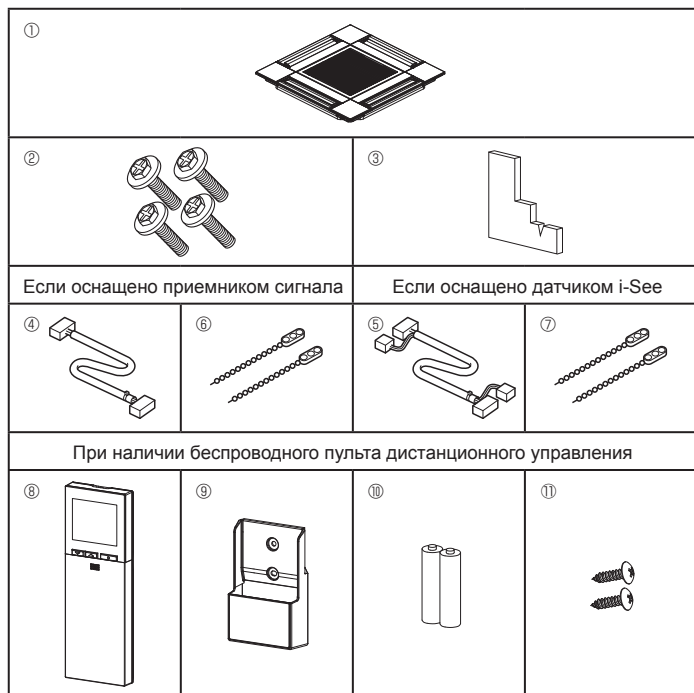

Fig. 5-1
5.1. Проверьте дополнительные принадлежности решетки (Fig. 5-1)